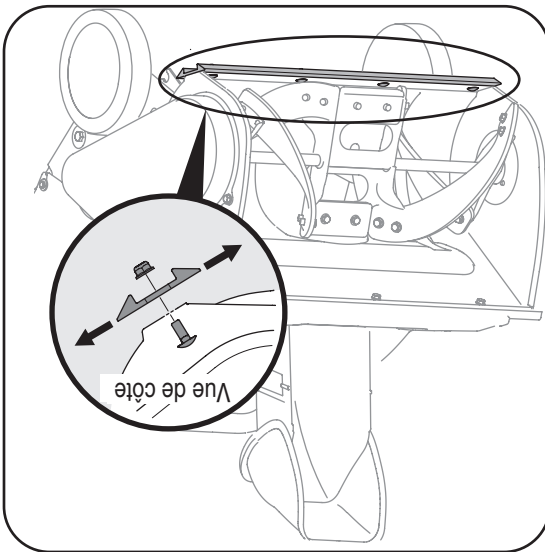

Figure 7
2. Pour ajuster, basculez la souffeuse en arrière pour qu'il repose sur le guidon. Desserrez les écrous à six pans et les boulons ordinaires qui maintiennent la plaque de racle au logement. Voir la Figure 7. Ajustez la plaque de racle à la position voulue et serrez à fond les écrous à six pans et les boulons ordinaires.
La plaque de racle s'usera et devrait être vérifiée périodiquement. La plaque de racle a deux côtés d'usage et peut être renversé après que un côté s'use. Voir la Figure 7. Pour remplacer ou renverser la plaque de racle, procédez comme suit: